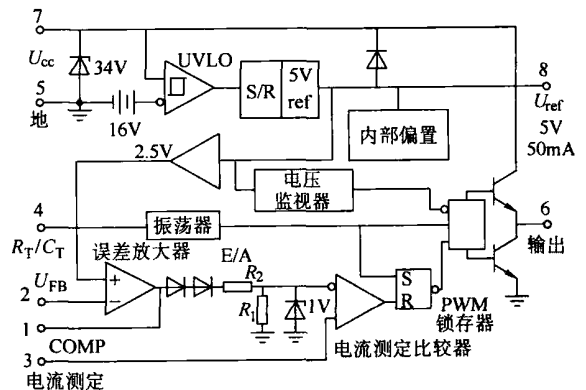

图 1 UC3842 脉宽调制器框图
UC3842 是美国 Unitrode 公司生产的一种高性能单端输出式电流控制型脉宽调制器芯片,由该集成电路构成的开关稳压电源和一般的电压控制型脉宽调制开关稳压电源相比具有以下特点:①管脚数量少,外围电路简单,价格低廉。②电压调整率很好。③负载调整率明显改善。④频响特性好,稳定幅度大。⑤具有过流限制、过压保护和欠压锁定功能。其内部结构如图 1 所示。
图 1 中主要包括:5.0V 基准电压源、振荡器、误差放大器、电流测定比较器、PWM 锁存器、输入欠压锁定电路 UVLO、门电路、输出级和 34V 稳压管。其中 8 脚为 5.0V 的基准电压输出端;7 脚为芯片的工作电压输入端;4 脚为振荡器频率设置端;2 脚为电压反馈信号的输入端;1 脚为误差放大器的频率补偿端;6 脚为推挽式输出端,可提供大电流图腾柱输出,输出电流可达 $\pm 200\text{mA}$,适用